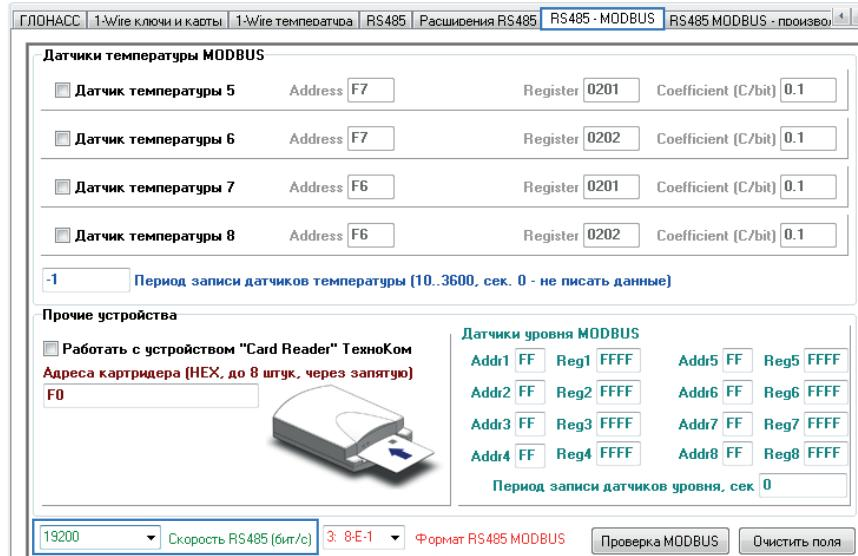

Рис.20. Настройка скорости шины RS-485 контроллера АвтоГРАФ.
- перейдите на вкладку «RS485-MODBUS», затем настройте «Скорость RS485 (бит/с)» и (**Рис.20**). В контроллере автоматически используется формат 8-N-1 для протокола AGHIP. **Скорости и форматы шин RS-485 (RS-485-1) контроллера «АвтоГРАФ» и датчиков «ТКАМ», подключенных к контроллеру, должны быть согласованы.**